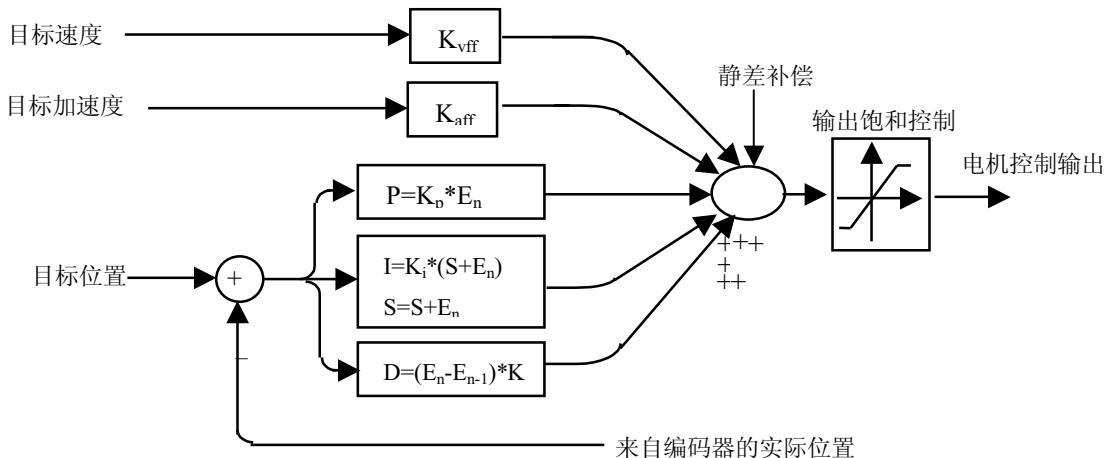

图 3-1 数字伺服滤波器原理图
**数字伺服滤波器**用于计算控制输出信号。SV 运动控制器采用 **PID** 滤波器，外加速度和加速度前馈，即  $PID+K_{vff}+K_{aff}$  滤波器。通过调节各参数，该滤波器能对大多数系统实现精确而稳定的控制。伺服滤波器的参数可由主机设置。表 3-4 为数字伺服滤波器的参数定义。 $PID+K_{vff}+K_{aff}$  滤波器原理如图 3-1 所示。